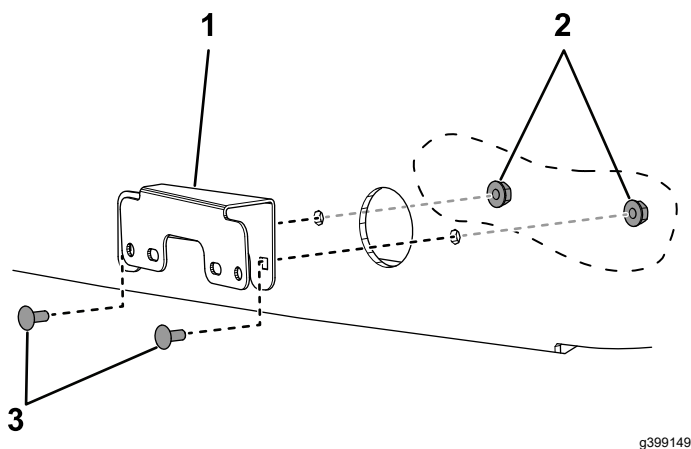

Рисунок 23
3. Установите 2 кронштейна указателей поворота на капот с помощью 4 каретных болтов (№ 10 x ½ дюйма) и 4 контргаек (№ 10) (Рисунок 23).